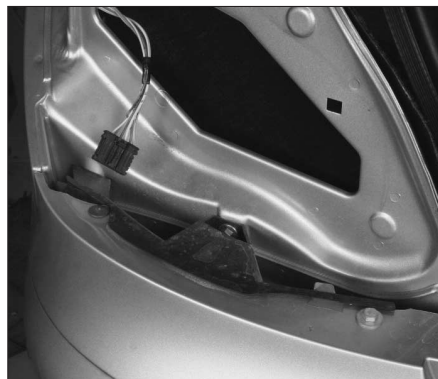

FIG. 63
- De chaque côté, déposer les vis (3) et rivets plastiques (4) (Fig.63).